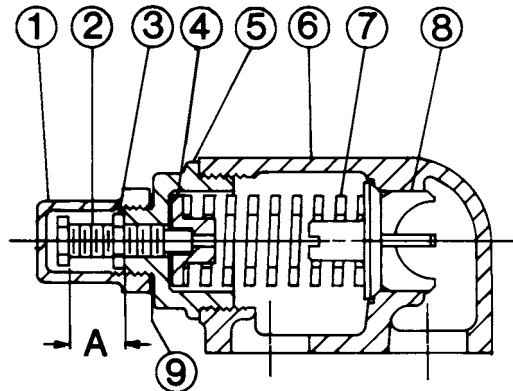

FIGURA 11
2. Misurare e registrare la lunghezza di estensione della vite di regolazione, Vedere (A) Figura 11.